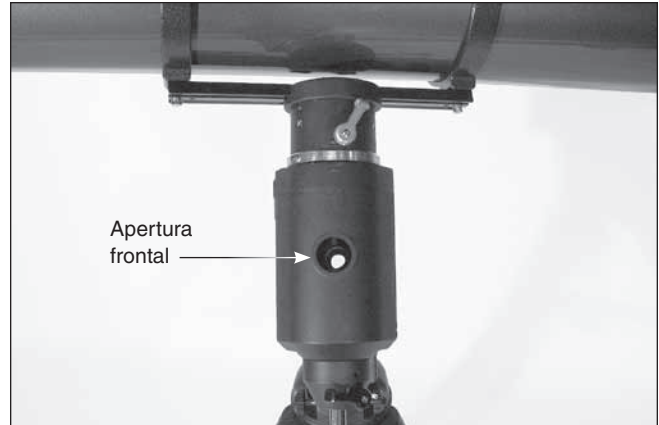

Figura 12. Gire el eje de declinación hasta que el orificio del eje de declinación quede alineado con la apertura frontal de la carcasa.
1. Afloje la palanca de bloqueo de Dec. y gire el tubo óptico alrededor del eje de declinación hasta que tenga una visión clara a través del telescopio buscador de eje polar (**figura 12**). Apriete la palanca de bloqueo de declinación.
3. Afloje la palanca de bloqueo de Dec. y gire el tubo óptico hasta que el orificio del eje de Dec. quede alineado con la apertura frontal de la carcasa (**figura 12**) y pueda ver claramente y sin obstáculos a través del telescopio polar. A continuación, vuelva a apretar la palanca de bloqueo de Dec.